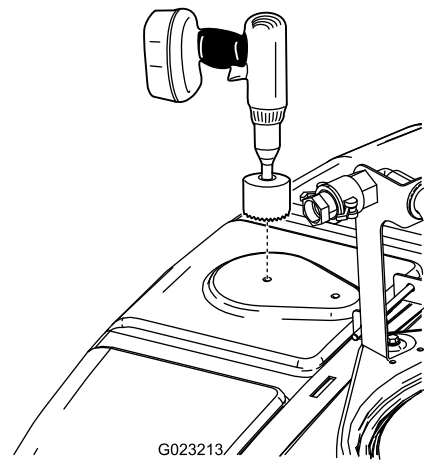

Figura 15
2. Localice la posición delantera en la parte superior del depósito según se muestra en Figura 15.
3. Utilice una broca de corona de 9 cm para perforar un taladro en el punto marcado (Figura 15).